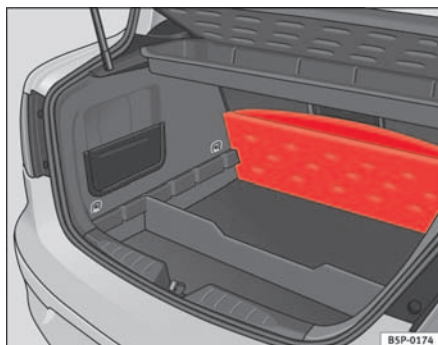

Fig. 103 Tapa maletero plegable
- Levante el piso del maletero y pliegelo hacia atrás, hasta su totalidad ⇒ fig. 103.